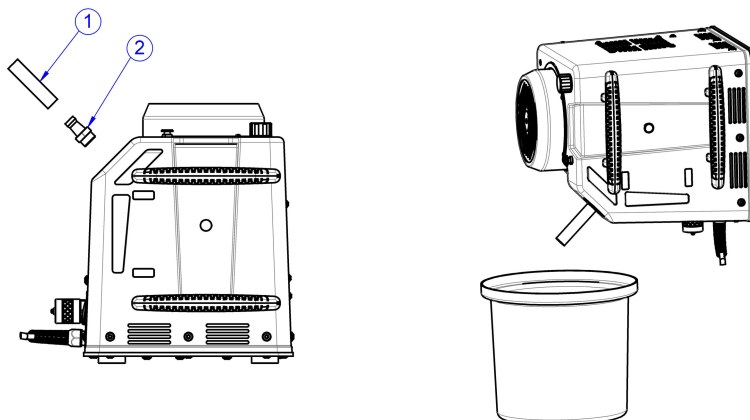

Abb. 6: Ölwechsel
- Entfernen Sie die Verschlusschraube und schrauben Sie die 1/2" Gewindetülle (Abb. 6, 2) mit dem Silikonschlauch (Abb. 6, 1) in die Tanköffnung (im Lieferumfang enthalten).